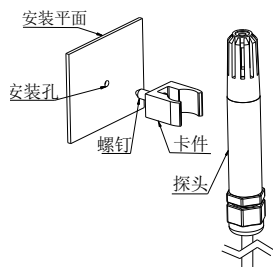

图 12
2. 探头平面安装: 如下图12所示, 在安装平面上钻安装孔, 将安装卡件固定在安装平面上, 再将探头卡紧于卡件中。